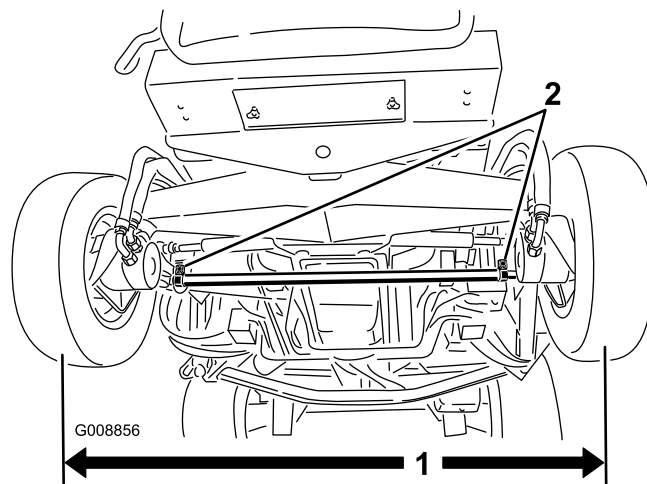

Bild 77
1. Messen Sie den Abstand vorne und hinten an den Lenkreifen Mitte-zu-Mitte (auf Achshöhe). Bild 77 Der vordere Wert darf höchstens um 3 mm geringer sein als der hintere.
2. Lockern Sie zum Einstellen der Vorspur die Klemmen an beiden Enden der Spurstangen (Bild 77).